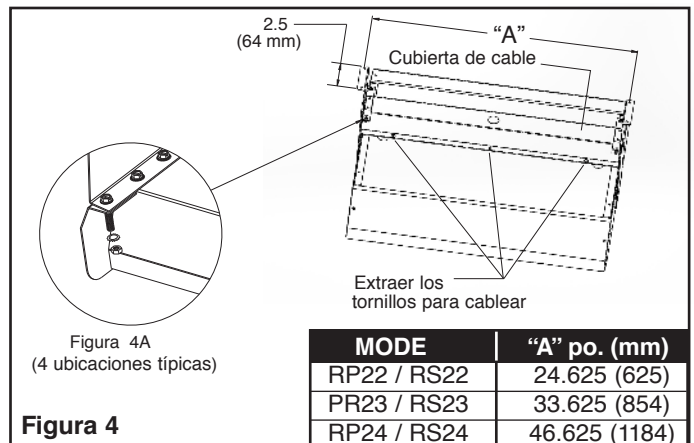

Figura 4
Referirse a la Figura 4 y proceder como sigue.
2. Extraer los tornillos (ver la Figura 4) de la parte delantera de la cubierta de cable, girar hacia atrás la cubierta de cable y extraer de la base de la cubierta de cable.